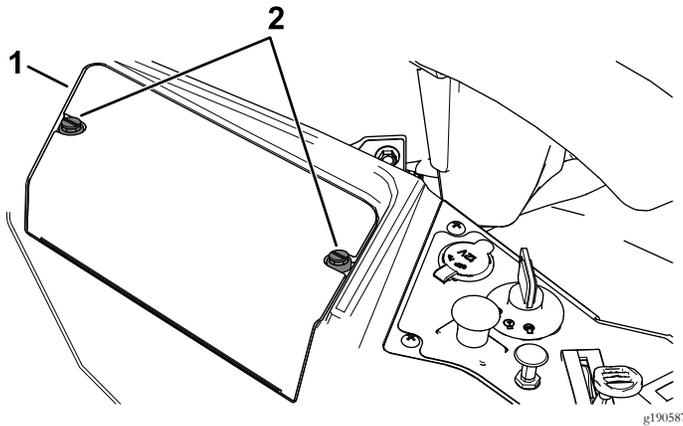

Figure 44
- Desserrez les 2 fixations sur le couvercle de la batterie en les tournant de $\frac{1}{4}$ de tour dans le sens antihoraire, et déposez le couvercle (Figure 44).
6. Reposez le couvercle de la batterie en appuyant dessus et en serrant les 2 fixations dans le sens horaire (Figure 44).